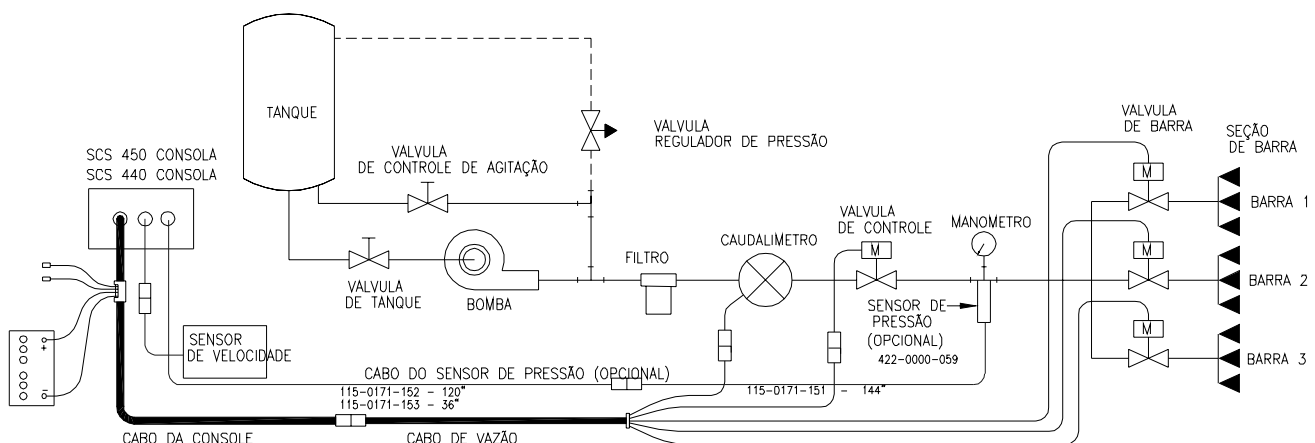

FIGURE 4
- 1) Monte o medidor de vazão na linha das válvulas elétricas de acordo com a Fig. 4. Todo o fluxo (líquido) que passa pelo medidor de vazão deve ir somente para as barras. Não deverá existir desvio para o tanque ou para a bomba depois do medidor de vazão.
- 3) Para melhor funcionamento deixe 20 cm de mangueira reta na entrada do medidor de vazão. A curva da mangueira de saída do medidor de vazão deve ser gradual (veja fig. 4).